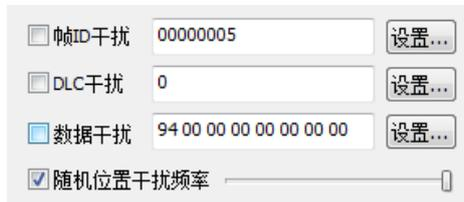

图 8.129 随机干扰强度
- ◇ 随机干扰强度：根据设置的随机干扰频率，对 CANScope 发送帧随机干扰，干扰强度可控。用户可以拖动干扰频率的强度条，来确定干扰强度，如图 8.129 所示。